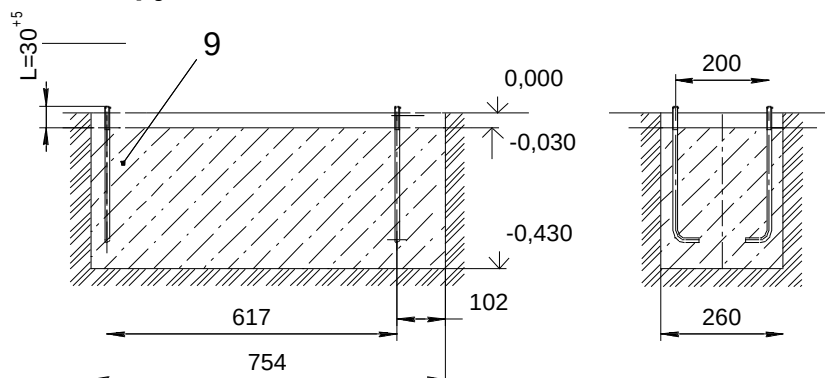

Рис.2
- установить в приямок болты анкерные (поз.9) по размерам на рис.2. Произвести заливку приямка бетоном. Поверхность бетона выровнять горизонтально по уровню.